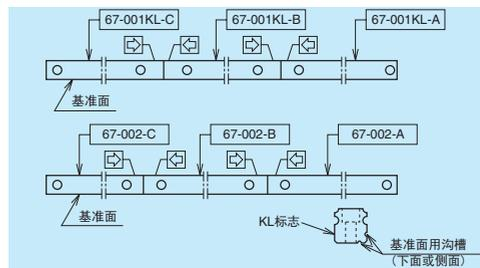

图 10.25
- 接续型号的导轨，在其导轨安装基准面相反一侧表示有 A、B、C...符号和箭头，请用户根据这些标记并按照图 10.25 所示的方法进行组装。互换产品只有箭头表示。